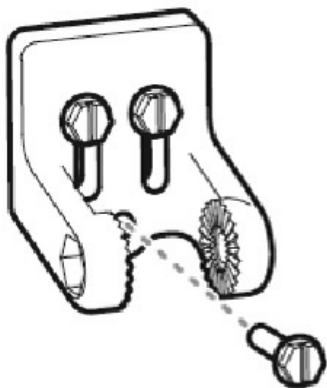

Рис. 27
8. Снова расположите кронштейн датчика против стенки транца, затем вручную вставьте и наживите все три болта. Не изменяйте позицию датчика. Полностью закрутите все три крепежных винта (Рисунок 27). **Только ручная затяжка!** Вставьте датчик в крепежный кронштейн, убедившись, что храповики находятся в той же позиции, что и прежде. (Смотрите рисунки 18a-18d и рисунки 21-22). Если Вы провели все операции правильно, то